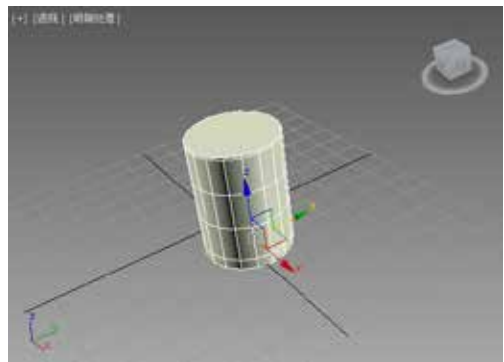

图 2-114 交集效果
STEP 08 在“操作”选项组选中“交集”单选按钮，效果如图 2-114 所示。